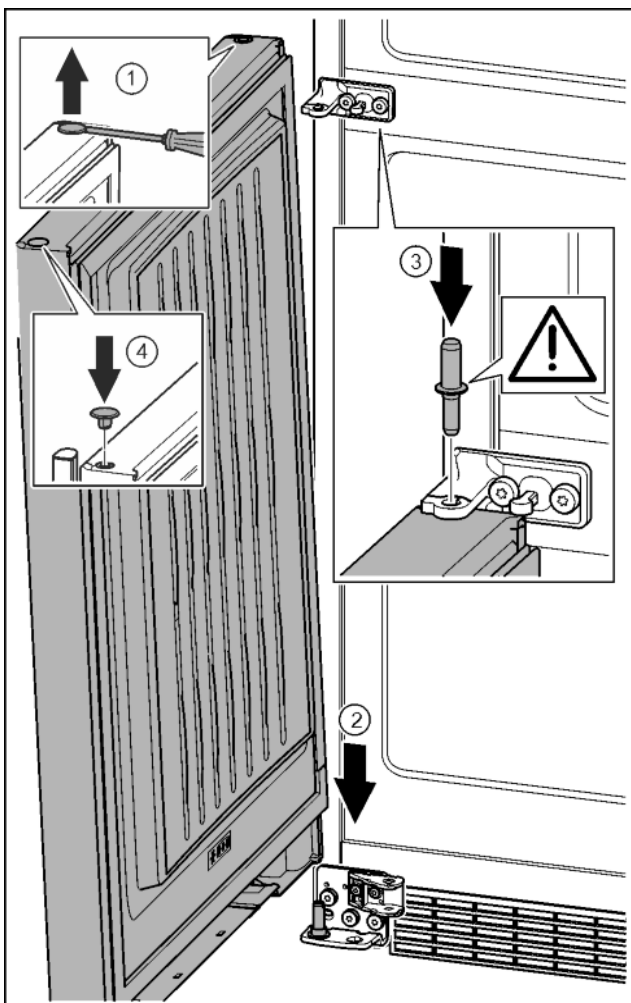

Fig. 38
- ▶ Zátku opatrně nadzvedněte plochým šroubovákem a vytáhněte. Fig. 38 (1)
- ▶ Dveře nasadte shora na dolní ložiskový čep. Fig. 38 (2)
- ▶ Prostřední ložiskový čep vložte do dolních dveří přes prostřední stojan ložiska. Přitom dávejte pozor, aby zajišťovací vačka směřovala dozadu. Fig. 38 (3)
- ▶ Zátku opět vložte na druhé straně dveří. Fig. 38 (4)